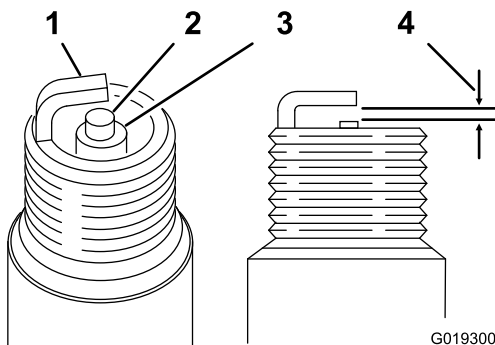

Figura 28
3. Compruebe que la distancia entre los electrodos es correcta (Figura 28).